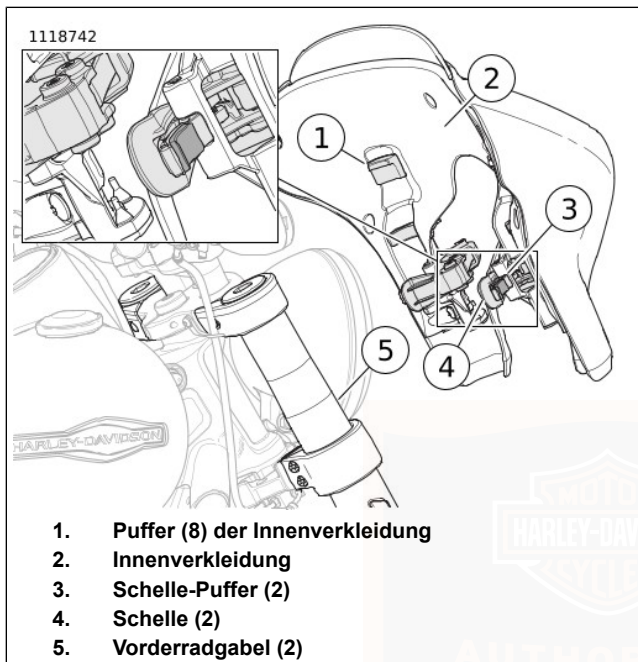

Abbildung 38. Verkleidungsklemmen
1. Siehe Abbildung 38. Prüfen Sie die Verkleidung.
- a. Sicherstellen, dass die Puffer der Innenverkleidung (1) und die Puffer der Klemme (3) in Position, sauber und in gutem Zustand sind.
- b. Die Schellen (4) öffnen und schließen, um zu überprüfen, ob sie in einwandfreiem Zustand sind.